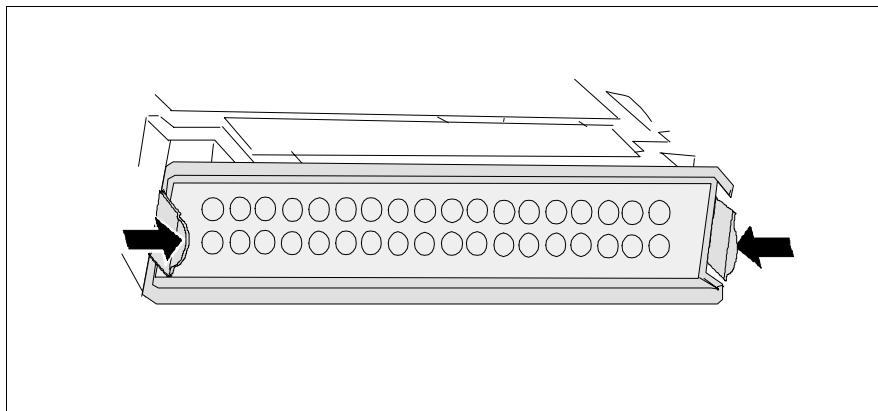

Ilustración 29: desinstalar el módulo falso
- Pulse a la vez ambas lengüetas a la izquierda y a la derecha del módulo falso (véase la ilustración 29) hasta que se libere el cierre y retire el módulo falso hacia delante del lugar de montaje.